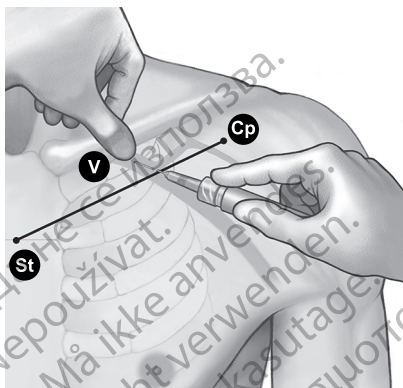

Figure 7. Emplacement du pouce et point d'entrée de l'aiguille
4. Appuyer le pouce contre l'index et déborder de 1 à 2 centimètres sous la clavicle pour protéger le muscle sous-clavier de l'aiguille (en cas d'hypertrophie manifeste du muscle pectoral, le pouce doit se projeter à environ 2 centimètres au-dessous de la clavicle car le muscle sous-clavier est sûrement lui aussi hypertrophié) (Figure 7 Emplacement du pouce et point d'entrée de l'aiguille en page 20).